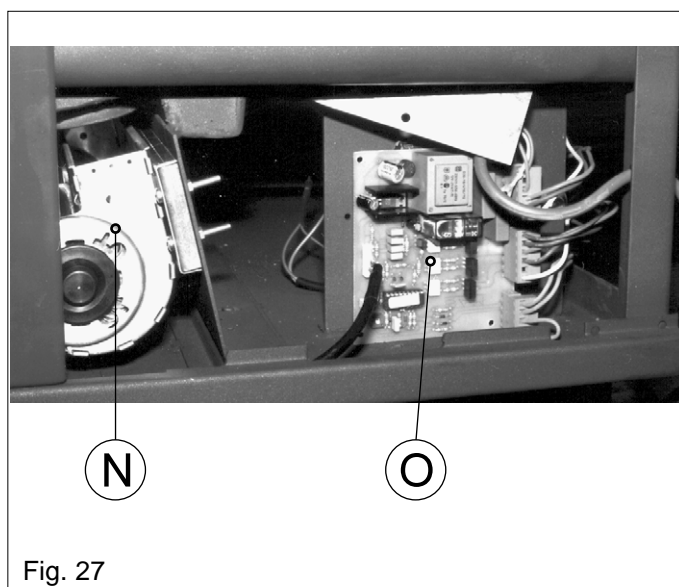

Fig. 27
Vi si accede attraverso i fianchi destro (C) Fig. 25e sinistro (N) Fig. 27
Si trova sul fianco destro (O) Fig. 27 ed è protetta da un coperchio metallico.